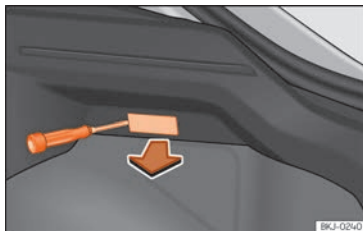

Fig. 58 Éclairage du coffre à bagages.
- Retirez la tulipe en faisant pression sur le rebord de la partie intérieure de celle-ci à l'aide d'un tournevis plat »» fig. 58.